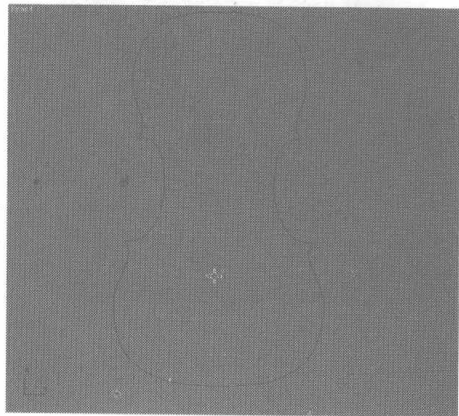
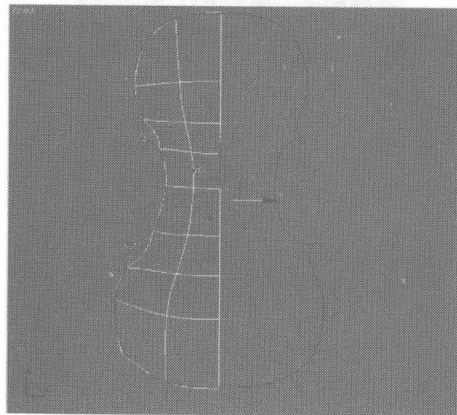
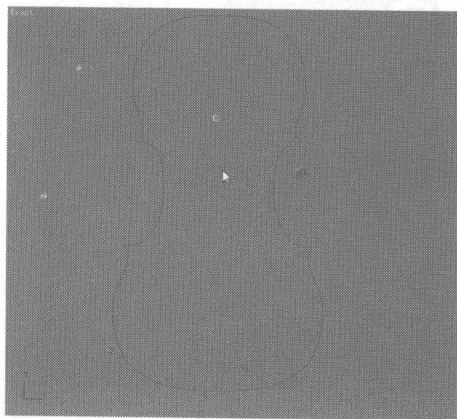
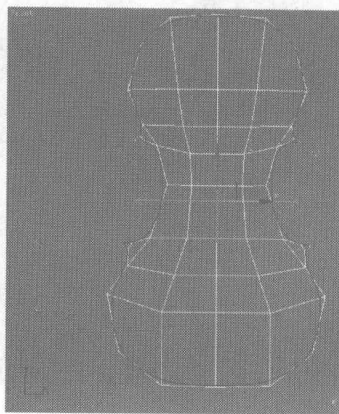

图 5.46
图 5.47
图 5.48
图 5.49
- 10** 至此, 面板的大体结构基本制作完成, 如图 5.46 所示。选择如图 5.47 所示的模型, 按 Delete 键删除, 如图 5.48 所示。选择剩余模型, 关闭细分, 在 修改面板的下拉菜单中选择 **Symmetry** 选项, 对称所选模型, 如图 5.49 所示。在 **Symmetry** 选项上单击右键, 在弹出的快捷菜单中选择 **Collapse To** 选项, 将其塌陷。